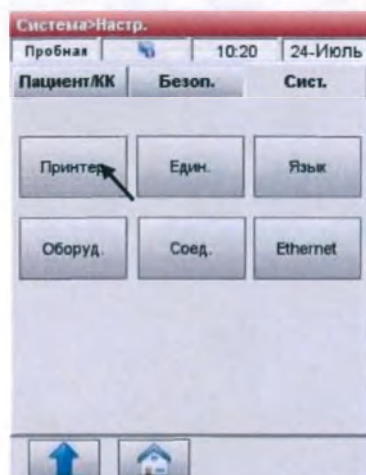

Рис.3-70 Выберите принтер
2. В меню **<Настройки системы>** нажмите таблицу **<Система>** и затем **<Принтер>** (Рис.3-70).